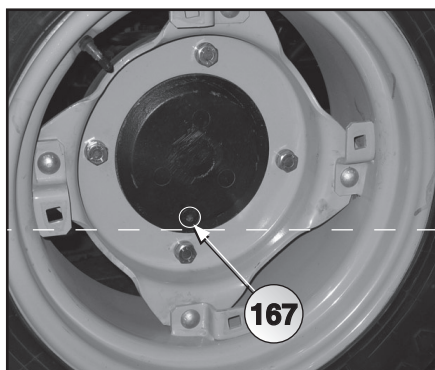
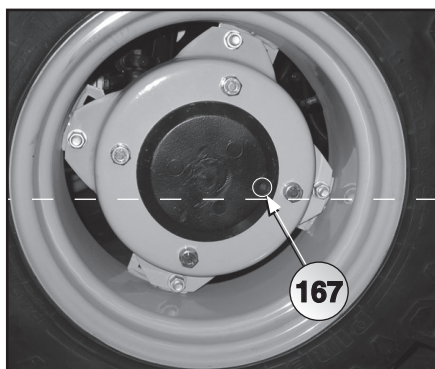

Abb. 6.42
Abb. 6.43
- Den Traktor derart positionieren, dass sich der Stopfen (167 Abb. 6.42) im tiefstgelegenen Traktorbereich befindet;
- Den Stopfen (167) entfernen und das Öl vollständig aus dem Untersetzungsgetriebe ablassen;
- Den Traktor derart positionieren, dass der Stopfen (167 Abb. 6.43) sich auf der waagerechten Mittellinie des Traktors befindet;
- Das Gehäuse mit Öl der Marke **BCS POWERLUBE W13T** (0,8 kg Traktor Ausführung RS-RS/MT-DS) füllen, bis das Öl den Stopfenrand erreicht (167);
- Den Stopfen (167) wieder anbringen.